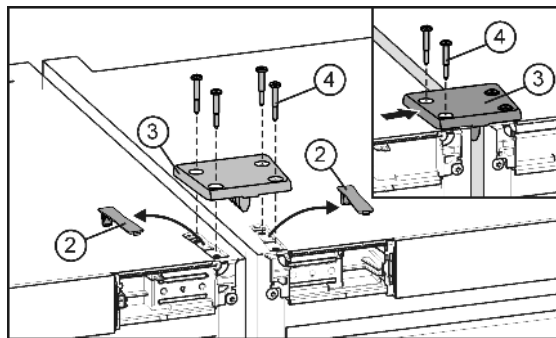

Fig. 5
- ▶ Løsn afdækningerne Fig. 5 (2) og tag dem af.
- ▶ Læg forbindelsespladen Fig. 5 (3) på og monter den løst til et apparat med to skruer Fig. 5 (4).